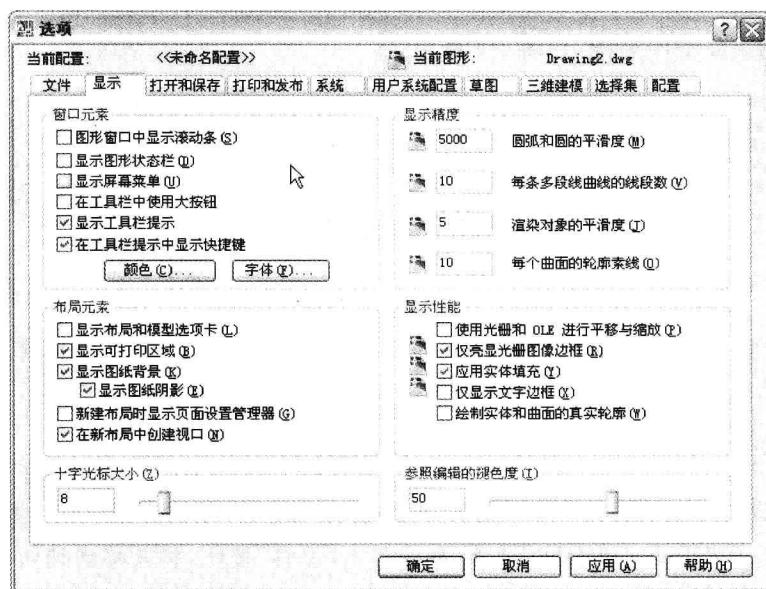

图 1-10 “选项”对话框的“显示”选项卡
置。在该对话框中选择“显示”标签，打开“显示”选项卡。在该选项卡中可对窗口元素、布局元素、十字光标大小和显示精度等进行设置，如图 1-10 所示。
(2) 在“十字光标大小”选项区域中，设置“十字光标大小”为 8，再在“显示精度”选项区域中设置“圆弧和圆的平滑度”为 5000、“每条多段线曲线的线段数”为 10、“渲染对象的平滑度”为 5、“每个曲面轮廓素线”为 10，如图 1-10 所示。单击“应用”按钮，完成显示精度的设置。